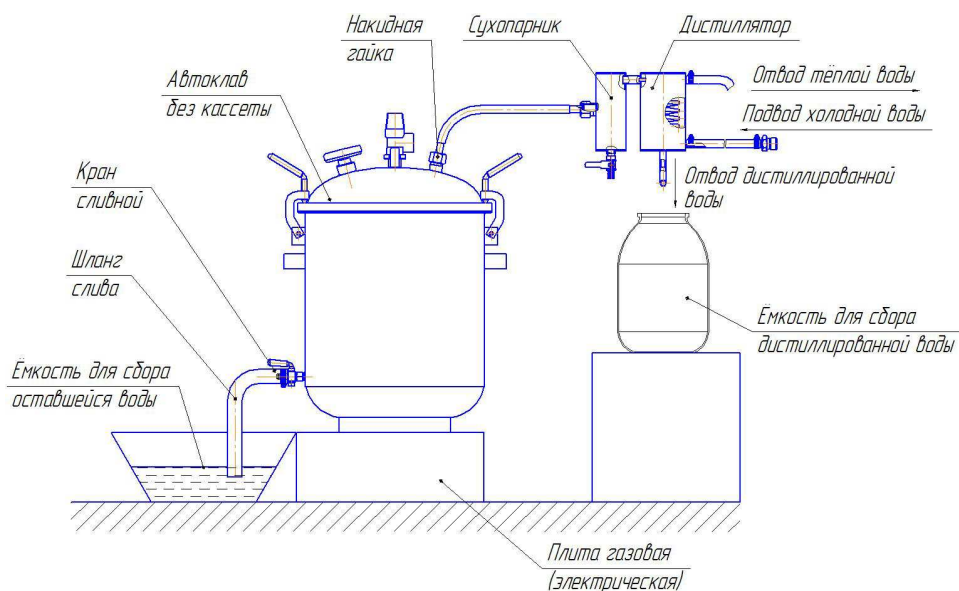

Рисунок 2 — Автоклав в сборе с дистиллятором
4.6. Собрать дистиллятор (рис. 2), при помощи накидной гайки соединить его с автоклавом, предварительно вывернув манометр 13. Соединить дистиллятор трубкой с краном, а второй трубкой со сливом
4.11. При появлении пара из конца отводящей трубки открыть водопроводный кран и заполнить рубашку конденсатора водой до выхода её из сливной трубки (рис. 2).
4.12. При появлении первых капель дистиллированной воды из отводящей трубки (рис. 2) отрегулировать расход воды через конденсатор так, чтобы из отводящей трубки не выходил пар. Поддерживать постоянную температуру воды в корпусе автоклава, регулируя силу пламени горелки.
4.13. При получении необходимого количества дистиллированной воды необходимо выключить горелку и дождаться прекращения процесса кипения в автоклаве. При этом перестает капать вода из отводящей трубки (рис. 2).